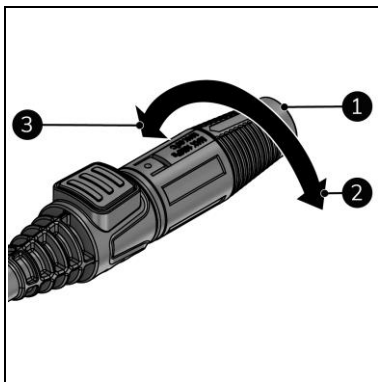
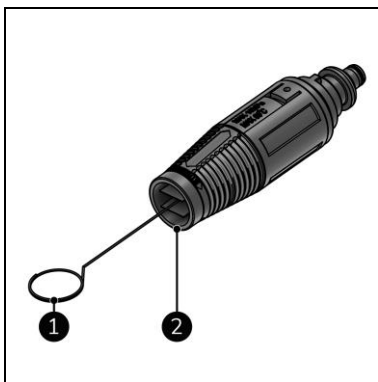

Figure 12
Figure 18
3. Tournez la tête de la buse (figure 12, pos. 1) pour modifier l'angle du jet :
- pour un angle inférieur (plus puissant), tournez-la dans le sens des aiguilles d'une montre (figure 12, pos. 2).
- pour un angle supérieur (plus puissant), tournez-la dans le sens inverse des aiguilles d'une montre (figure 12, pos. 1).
3. Retirez la buse (figure 18, pos. 2) de la rallonge de la lance (figure 12, pos. 2).
4. Nettoyez la buse à l'aide de la tige de nettoyage (figure 18, pos. 1).